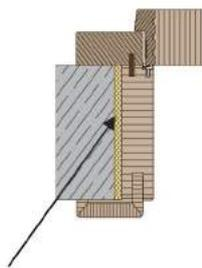
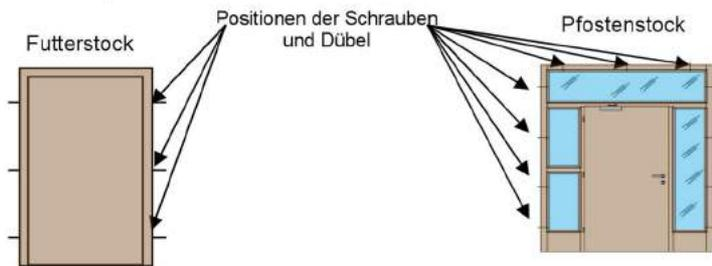

Bild 1
Bild 2
- Futterstock: mit umschließendem Baukörper durch entsprechende Verdübelung und Stahlschrauben 120 x 6 mm, jeweils 3-mal an den Zargenlängsteilen (Bild 2). Der verbleibende Raum zwischen Zargenstock und Baukörper wird durch Brandschutzschaum ausgefüllt (Bild 1). Maximaler Zwischenraum 15 mm. Bei größeren (über 15 mm) Abständen ist der Zwischenraum mit Steinwolle auszufüllen.